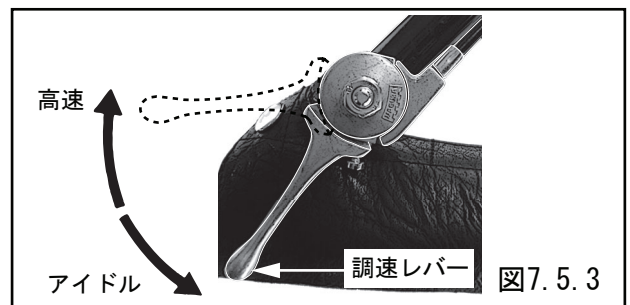

図7.5.3
- (3) ハンドル手元の調整レバーをアイドル回転の位置にします。(図7.5.3)